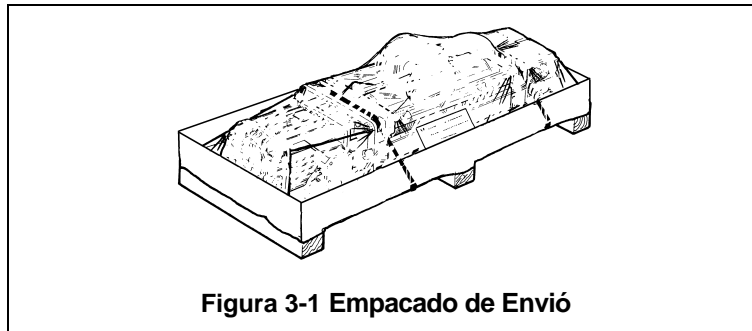

Figura 3-1 Empacado de Envío
- 3.1.2 El polipasto RY se entrega preensamblado en un pallet/patín cubierto de plástico, como se muestra en la **Figura 3-1**. Durante el envío y almacenamiento antes de la instalación, el polipasto con trole debe mantenerse entre -4° y $+104^{\circ}\text{F}$ (-20° y $+40^{\circ}\text{C}$) y la humedad relativa no debe exceder el 90%. El empaque estándar no es impermeable ni resistente a la lluvia.